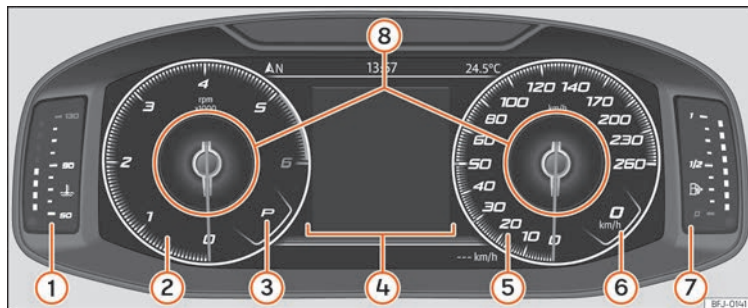

Fig. 69 SEAT Digital Cockpit en el tablero de instrumentos (vista clásica).
En la *Vista Clásica* y en *Semicircular watches* se tiene la posibilidad de personalizar la información que aparece en **Perfiles de información** » **fig. 69 ⑧**.
» fig. 69.